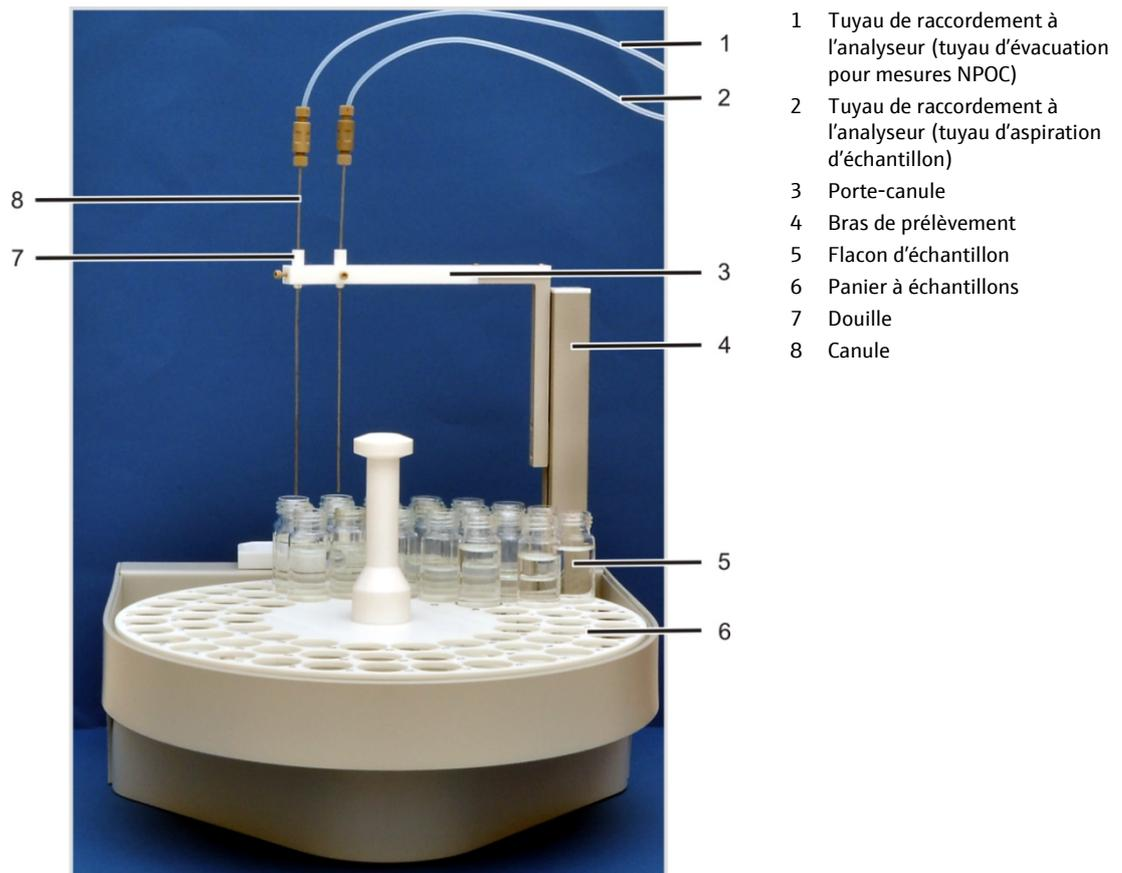

Fig. 19 Structure du passeur d'échantillon AS vario
- Pour les mesures NPOC avec évacuation parallèle : insérer chacune des canules dans une douille dans les deux emplacements du porte-canule (voir Fig. 19)